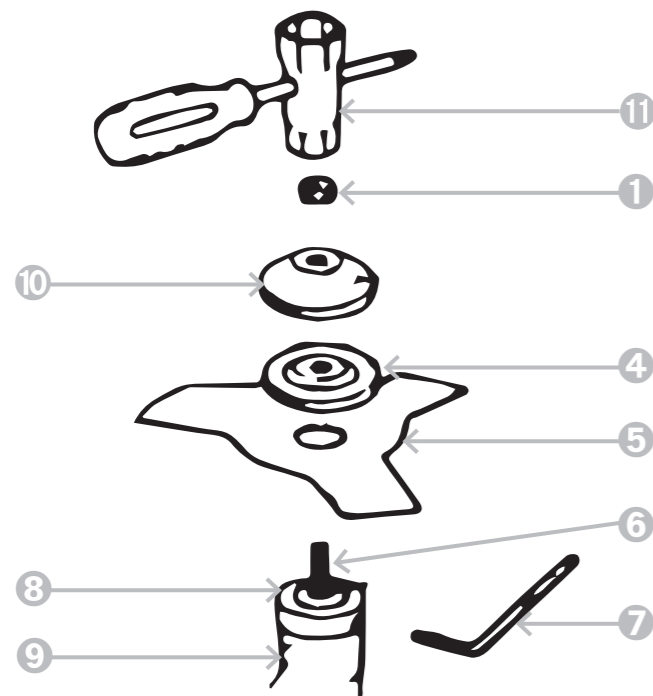

Рисунок 4.3. Установка дискового ножа
- 1 Установите на выходной вал редуктора (6) внутренний, а затем прижимной фланец (см. рис. 4.3.).